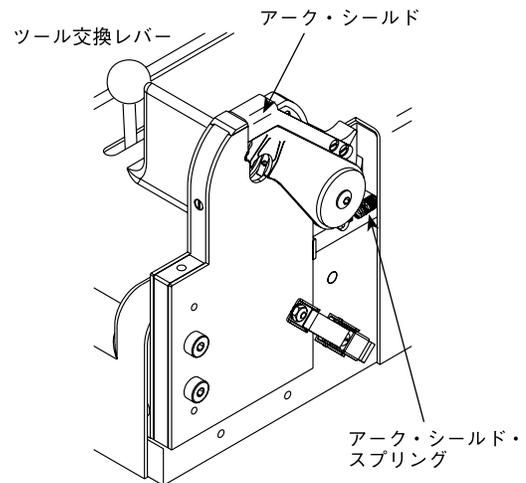

図 30 : アーク・シールド・スプリングを可動型プレート・アセンブリから取り外す
1. アーク・シールド・アセンブリを固定しているアーク・シールド・スプリングを外します。図 30 をご参照ください。